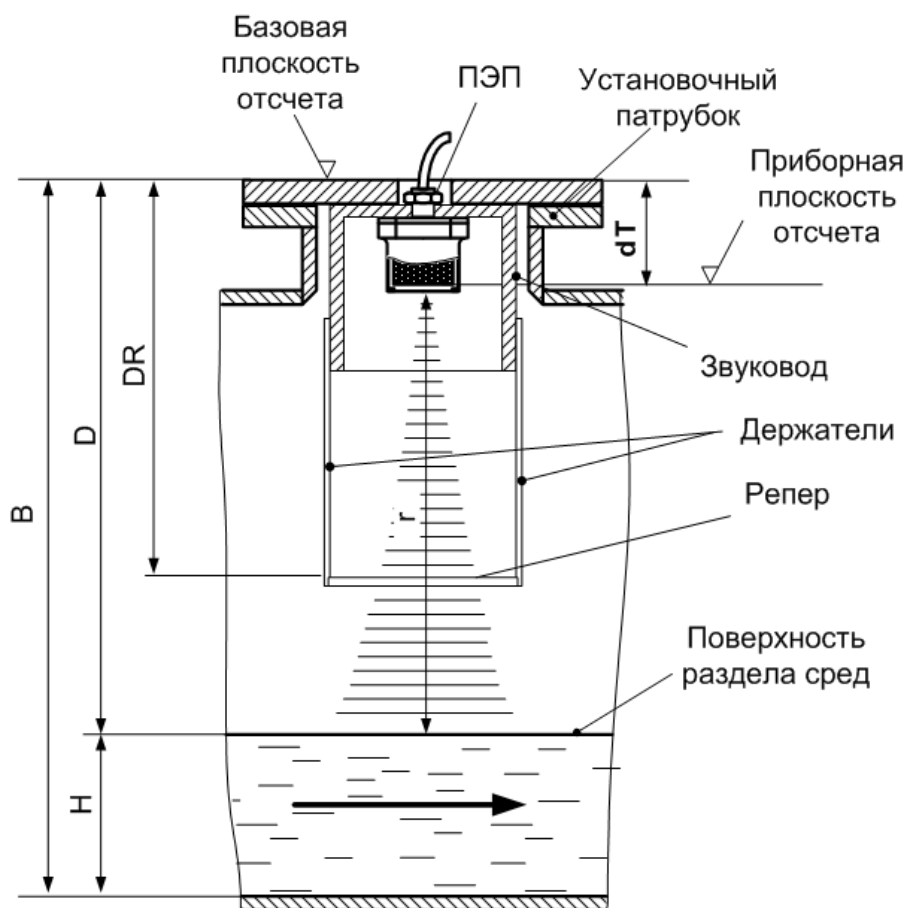

Рис.1. Схема измерения уровня.
- 1.5.1.2. Для определения уровня жидкости используется метод акустической локации через газовую среду границы ее раздела с жидкой средой (рис.1).